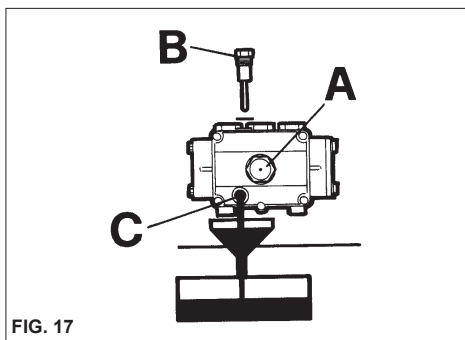

FIG. 17
- 2) Svitare il tappo con l'asta di controllo livello (fig. 17).